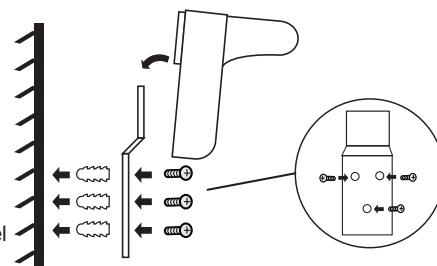

Abbildung 2
3. Bringen Sie die Rückseite des Ventilatorkorbs (5) auf das Motorgehäuse (7) an. Die Aussparungen müssen genau sich über den Nocken des Motorgehäuses und der Schaft (6) an der Oberseite befinden.
4. Bringen Sie den Befestigungsring (4) wieder auf der Achse an und ziehen Sie ihn richtig fest an (Im Uhrzeigersinn).
5. Schieben Sie die Ventilatorflügel (3) auf die Achse, die Aussparungen müssen sich genau über den zwei Nocken der Achse befinden.
6. Bringen Sie den Befestigungsknopf (2) wieder auf der Achse an und ziehen Sie ihn fest an (links herum) während Sie die Ventilatorflügel festhalten.
7. In den Korb (1) befinden sich fünf Klemmen. Legen Sie die obere Klemme der Lasche sorgfältig um den äußersten Ring des Korbs, sodass Sie den Korbteile mit dem Bolzen und der Mutter aneinander befestigen können. Drehen Sie die Schraube mit einem Kreuzschlitzschraubenzieher an.
9. Wählen Sie eine geeignete Stelle aus und befestigen Sie den Befestigungsbügel mit den mitgelieferten drei Dübeln und den mitgelieferten Schrauben an einer stabilen Wand (oder verwenden Sie eine Latte hinter einer Wand aus einer Gipswandplatte) (siehe Abbildung 2).